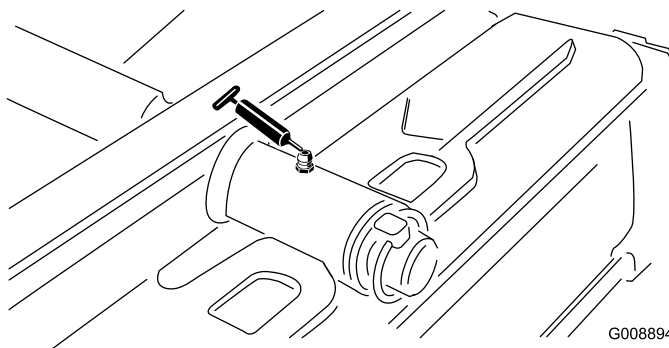

Figura 28
- Pivote de la unidad de corte trasera (Figura 28)